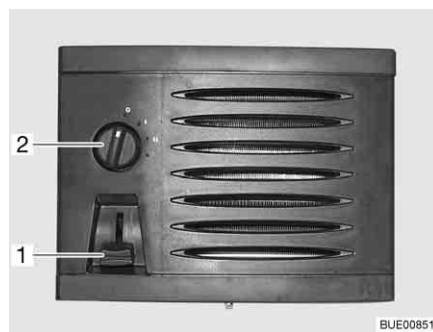

Fig. 201 Elementos de mando termocambiador adicional
- Empujar el regulador de corredera (Fig. 201,1) del regulador volumétrico de paso a la posición deseada. El circuito de agua está abierto.
- Girar el conmutador del ventilador (Fig. 201,2) del ventilador de circulación de aire en sentido de las agujas del reloj.
- Girar el conmutador del ventilador (Fig. 201,2) a "0".
- Empujar el regulador de corredera (Fig. 201,1) del regulador volumétrico de paso completamente hacia arriba.